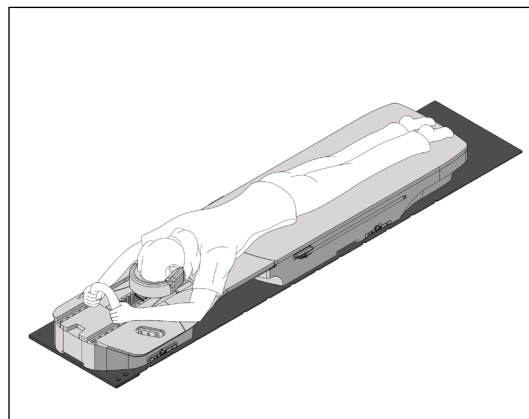

Figure 14
5. Une fois la patiente positionnée, placer sa tête dans le repose-tête et lui faire saisir les poignées appropriées. (Figure 14)